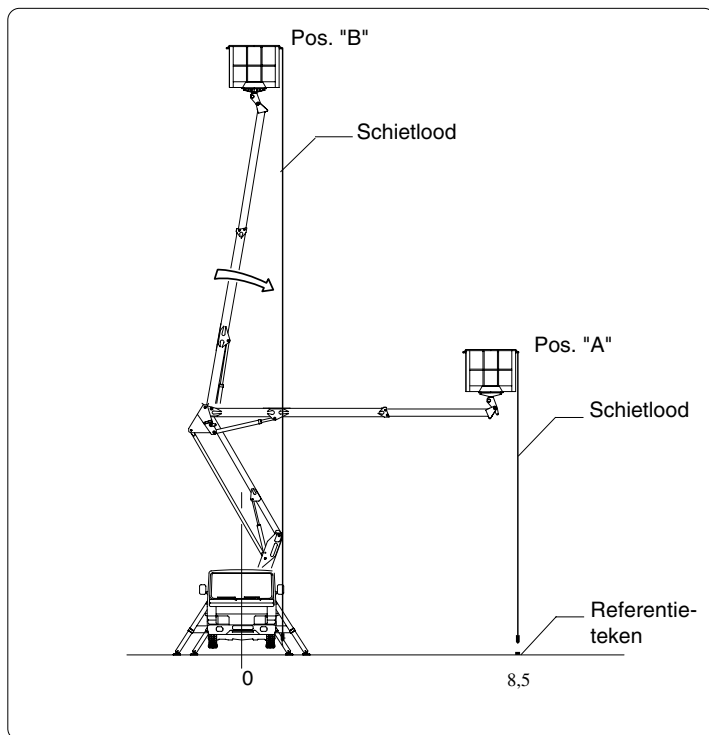

fig. 8.8.1
- 6) Draai de arm tot hij zo verticaal mogelijk staat en schuif de telescopische arm volledig uit (pos. "B" - fig. 8.8.1).